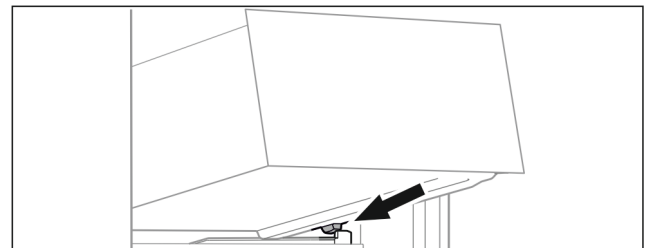

Fig. 92
- ▶ Helyezze a fiókot ferdén az ütközők mögé, a tartóbordára. (lásd Fig. 92)